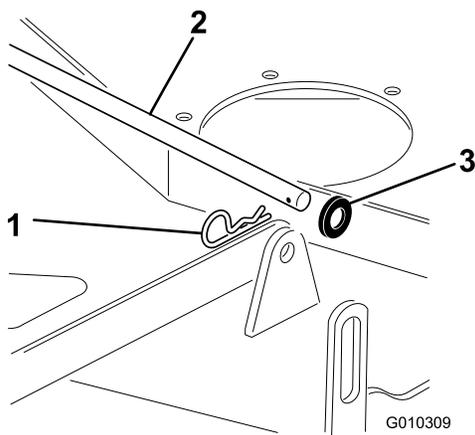

Figure 69
1. Retirez la goupille fendue et la rondelle qui fixent la longue barre de liaison au châssis et au tablier, et enlevez la barre de liaison (Figure 69).
8. Insérez la longue barre de liaison dans la patte de fixation du châssis et le tablier. Fixez la barre de liaison avec les goupilles fendues et les rondelles retirées précédemment (Figure 69).